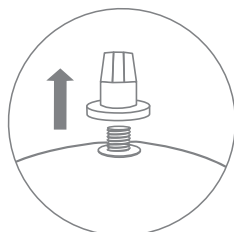

Рис. 13
4. Удалите транспортную заглушку (рис. 13), которая закрывает резьбовой штуцер** подключения воды. На пластиковом баке проверьте наличие уплотнительной прокладки у основания штуцера.